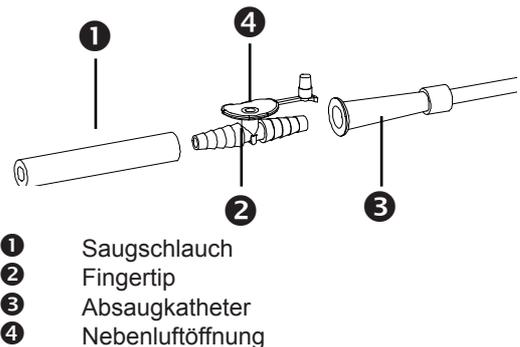

Bild 6.
- Steuern Sie den Absaugvorgang mit der Nebenluftöffnung (❹, Bild 6) am Fingertip.